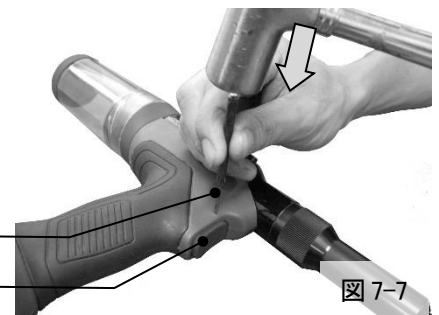

図 7-7
1) ピンパンチ或いはφ2.0以下のピンとハンマーを使い、トリガーピンをツール右方向より叩き出してください。(図 7-7)